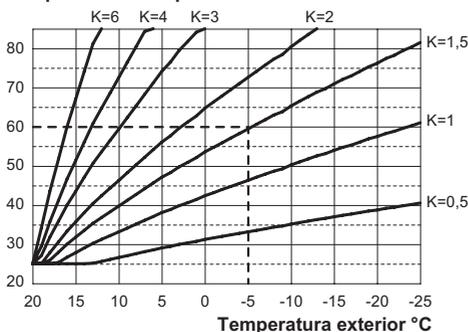

Figura 5.32
Si la caldera **TIENE CONECTADO** el control remoto (opcional), consulte la Figura 5.32.
Cuando se instala la sonda externa, es necesario ajustar este parámetro en función del rendimiento de la instalación de calefacción para optimizar la temperatura de impulsión (Figura 5.32).
Ej. para obtener una temperatura de impulsión a la instalación de calefacción de 60 °C con una temperatura exterior de -5 °C, se debe definir un K de 1,5 (línea discontinua en la Figura 5.32).
- Utilizando los botones 13 o 15 se puede modificar el valor del parámetro 14 desde un mínimo de **00** hasta un máximo de **60** de acuerdo con la curva seleccionada para el coeficiente K en la Figura 5.32 (el valor que aparece en el display, en la Figura 5.38, equivale a **K = 1,5**).